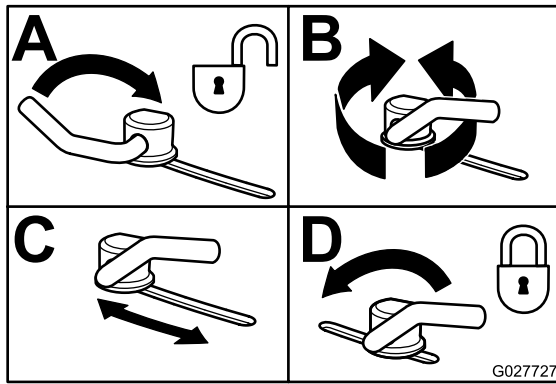

Bild 33
3. Wenn Sie die Haltenocken einstellen möchten, schieben Sie den Hebel nach oben und lösen Sie die Haltenocke (**Bild 33**).
5. Schieben Sie den Hebel zurück, um das Ablenkblech und die Haltenocken festzuziehen (**Bild 33**).